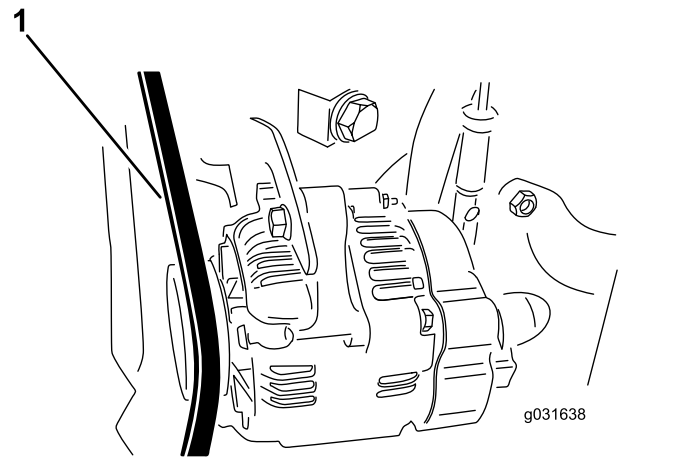

Figura 60
2. Aplique una fuerza de 30 N (22 pulgadas-libra) a la correa del alternador, en el punto intermedio entre las poleas (Figura 60).